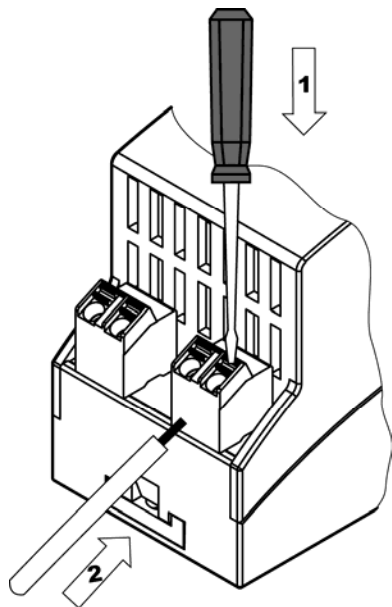

Рисунок 5.4 - Подключение провода к клемме
- отверткой нажимается подвижный элемент на клеммнике (см. рисунок 5.4);